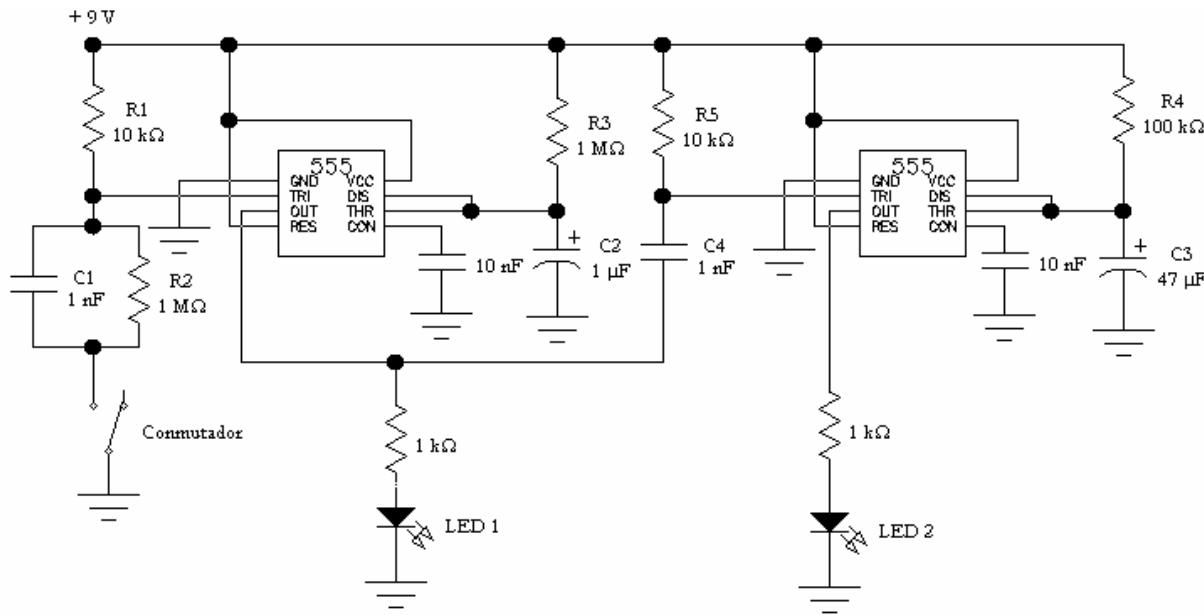

Figura 9
16. Describa el comportamiento detallado del circuito de la figura 9 luego de que se cierra el conmutador.